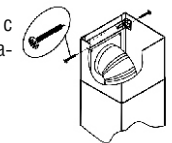
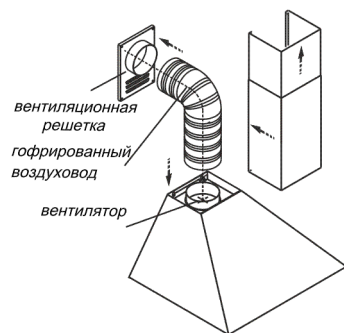

рис. 9
рис. 7
6.3 В зависимости от режима эксплуатации кухонной вытяжки соедините вентилятор с вентиляционной решеткой полужестким гофрированным воздуховодом (рис. 7) или установите на вентилятор **угольные фильтры***.
6.4 Установите фальштрубы (рис. 7, 8). Выдвиньте верхнюю фальштрубу, оденьте ее на кронштейн (рис. 9) и закрепите самонарезающими винтами.